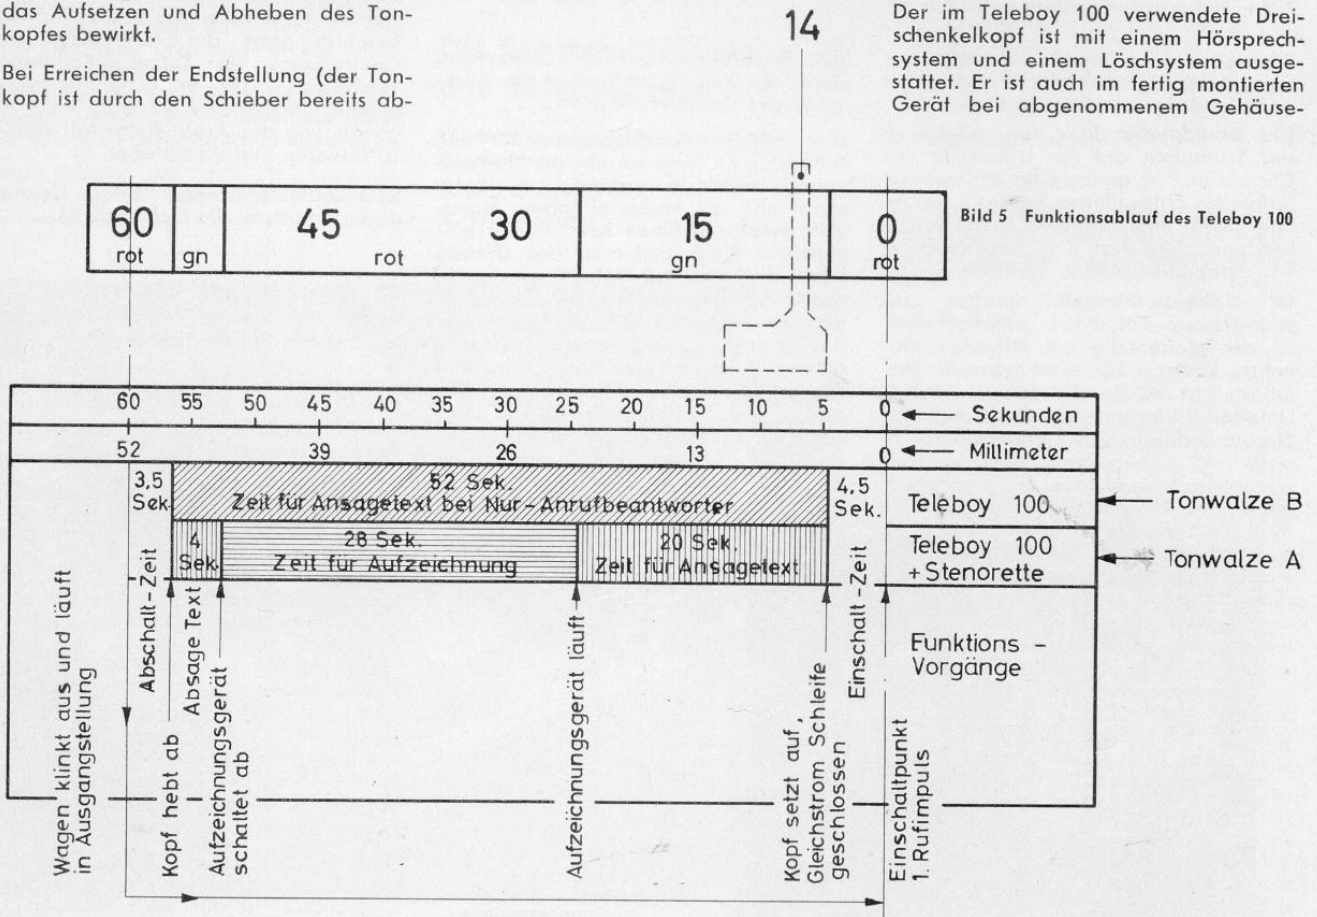

Bild 5 Funktionsablauf des Teleboy 100
Der Funktionsablauf des Teleboy 100 (siehe Bild 5), wird durch einen Zeiger ⑭, der mit dem Vorschub des Wagens gekoppelt ist, an einer Skala im Bedienungsfeld des Gerätes angezeigt. Die beiden Signallampen zeigen die Betriebsbereitschaft an. Gelbes Leuchtfeld bedeutet: das Gerät ist mit dem Netz verbunden und betriebsbereit. Das rote Leuchtfeld leuchtet, nachdem die Taste „TELEFON“ gedrückt ist und zeigt an, daß der Teleboy 100 in Bereitschaft ist, jedes ankommende Telefongespräch automatisch zu beantworten.
feldern der Anzeigeskala kontrolliert werden kann (siehe auch Bild 5). Nun wird die Taste „TELEFON“ gedrückt (evtl. gedrückte Tasten „Q“ oder „↓“ rasten dabei selbsttätig aus, die Taste „CONF“ muß ausgelöst sein) und das Gerät ist in Anrufbeantwortungs-Bereitschaft.